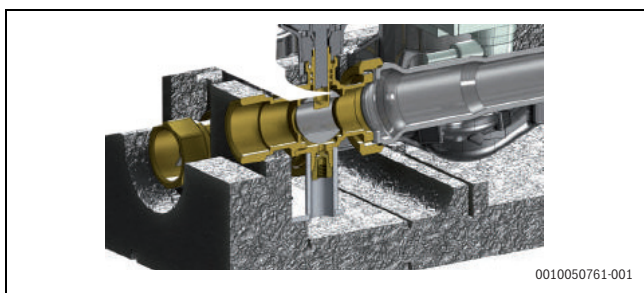
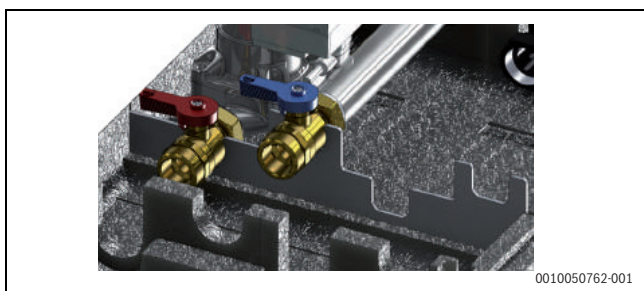

Fig. 106 Fastgørelse af cirkulationsenhed DN25
Fig. 107 Fastgørelse af cirkulationsenhed DN20
4. Inden zonemanifolden/den hydrauliske separator fastgøres på væggen, skal fordelingsenhederne til den monteres. Vær opmærksom, når enhederne fastgøres på antirotationsspændeanordningen som vist på billedet (→ fig. 106 og fig. 107).